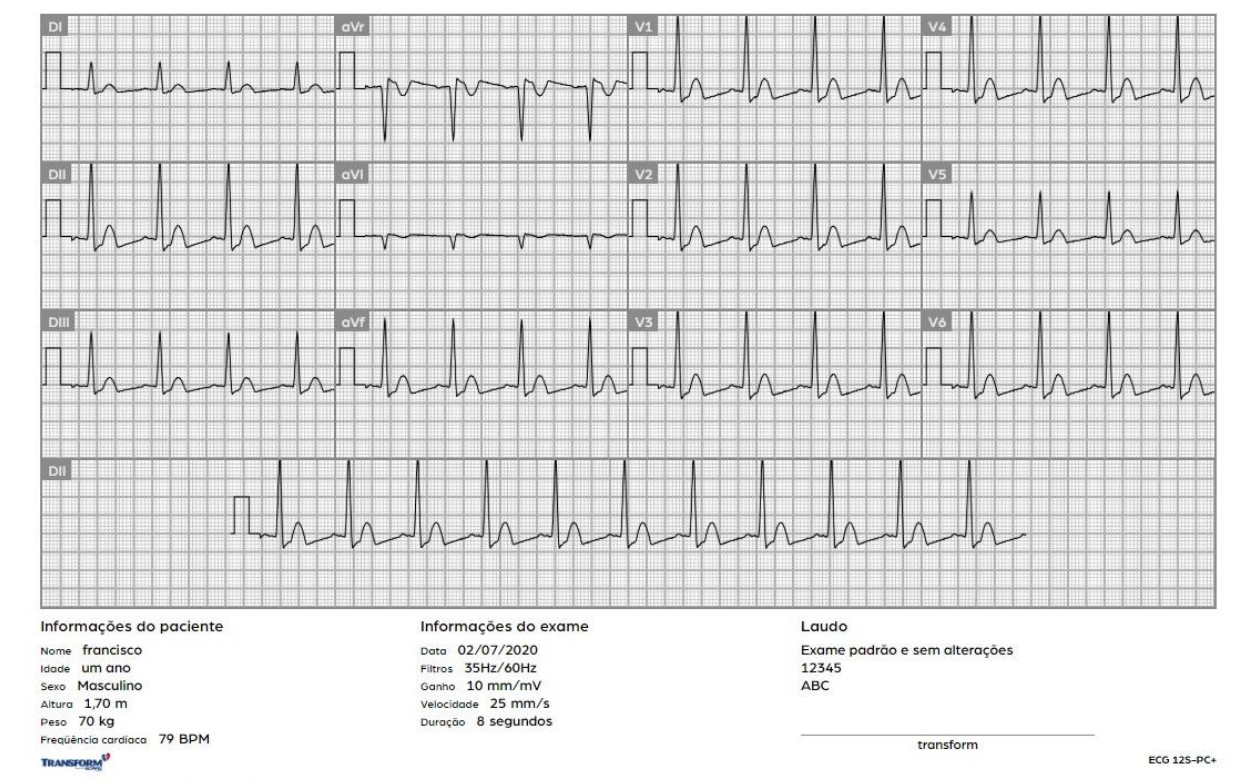

Fig. III.2.5a – Impressão em modo Compacto (1ª Página)
4. Na primeira página, no modo “Compacto”, serão impressos um resumo do exame com os traçados de todas as derivações, inclusive a longa selecionada, juntamente com as “Informações do paciente”, as “Informações do exame”, o “Laudo” e os dados da instituição (Fig. III.2.5a).